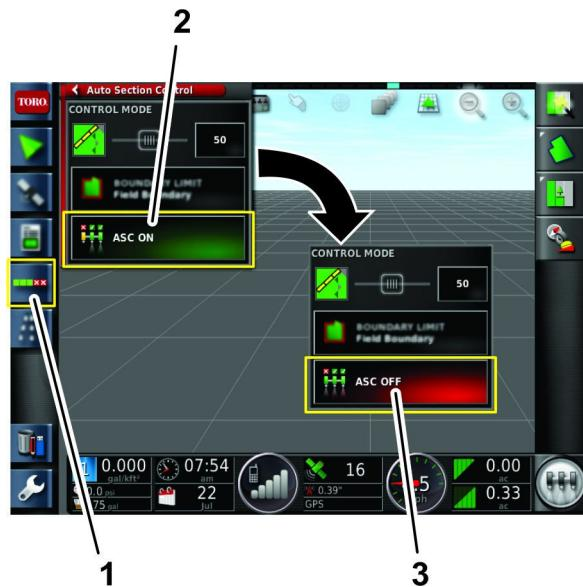

Рисунок 94
- A. Нажмите на значок ASC (автоматического контроллера секции) (Рисунок 94).
- B. Нажмите на значок ASC, чтобы установить его в положение Выкл. (Рисунок 94).